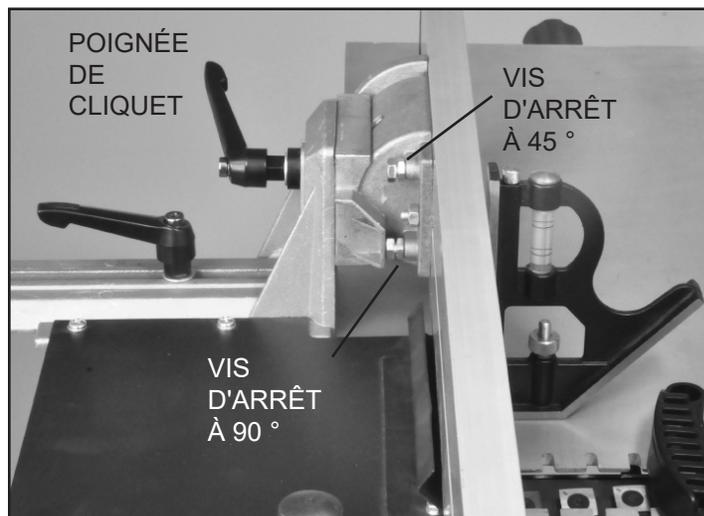

FIG. 20
3. Placer la vis d'arrêt arrière à 90° inférieure (n° 221) sur le support de clôture (n° 201). Cela garantira que la clôture revient toujours à 90°. FIG. 20.
4. Cette même opération devrait également être effectuée pour régler la clôture à l'angle de 45° et attacher la vis supérieure d'arrêt de 45 degrés. FIG. 20. Remarque : l'angle de 45 degrés est en fait à 135 degrés de la table de jointer.